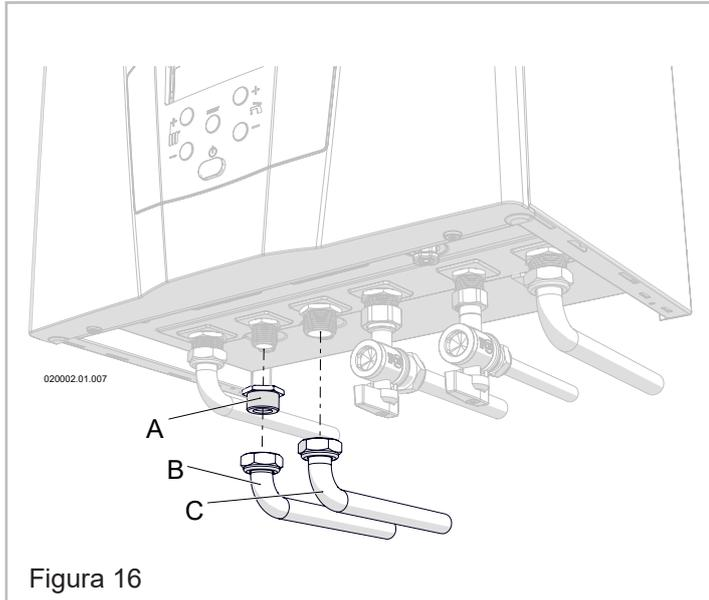

Figura 16
1. - Monte la reducción "A" (véase la Figura 16);